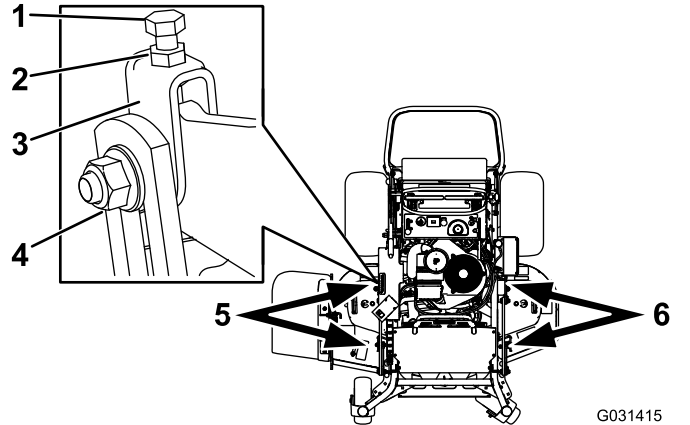

図 79
1. 調整したいデッキのヨークのサイドナットとジャムナットをゆるめる 図 79。
2. ヨーク上部にあるボルトを回して刈り込みデッキの高さを調整する 図 79。